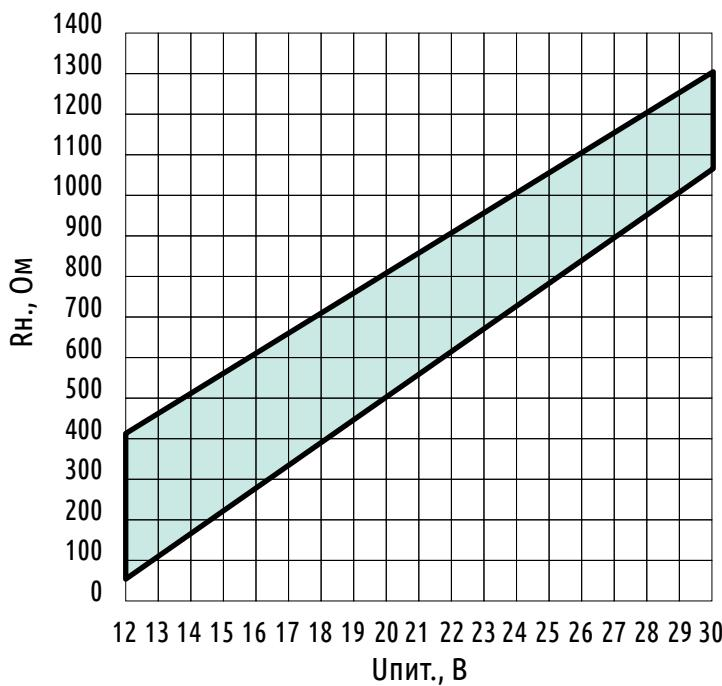

Рисунок 1 - Допустимое сопротивление нагрузки токового выхода
Допустимое сопротивление нагрузки токового выхода	см. Рисунок 1
- Обеспечить корректное сопротивление нагрузки для датчиков с аналоговыми выходами (см. раздел 1.4). Для датчиков с токовыми выходами обязательно подключение дополнительного нагрузочного сопротивления (см. рисунок 1).
**ВНИМАНИЕ!** При подключении токовых выходов датчика необходимо последовательно с измерительным сопротивлением входа прибора ( $R_{изм}$ ) подключать дополнительное нагрузочное сопротивление ( $R_h$ ) с таким номиналом, чтобы сумма сопротивлений  $R_{изм}$  и  $R_h$  была в зоне допустимой нагрузки при данном напряжении питания (см. рисунок 1). Это необходимо для уменьшения влияния эффекта самонагрева.